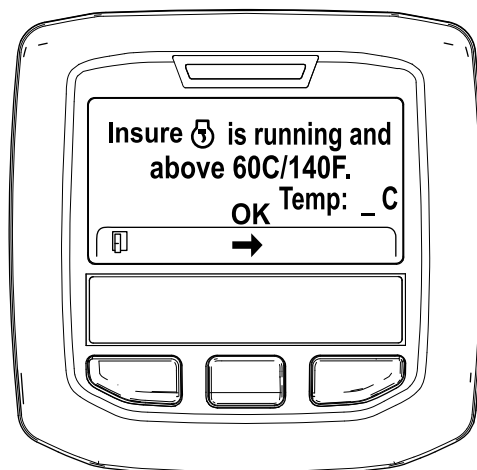

Figura 33
5. Si la temperatura del refrigerante se encuentra por debajo de 60 °C aparece el mensaje "Insure ⚙ is running and above 60C/140F" (Asegúrese de que está funcionando y por encima de 60 °C/140 °F). (Figura 33).